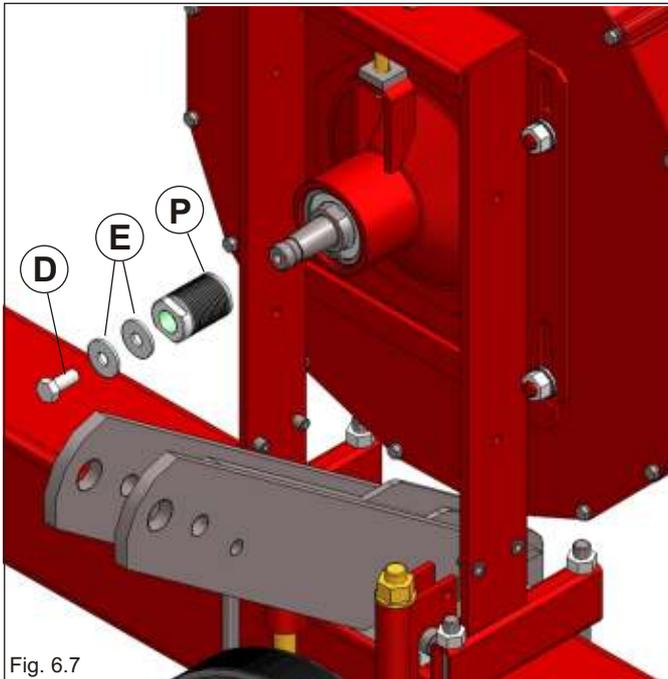

Fig. 6.7
- Уберите болт **D** и кольцевые прокладки **E** (Рис. 6.7).